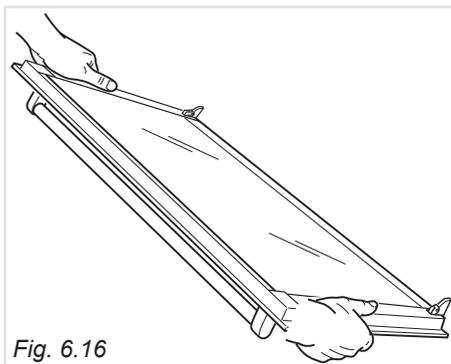

Fig. 6.16
- Afferrare saldamente la porta (fig. 6.16).